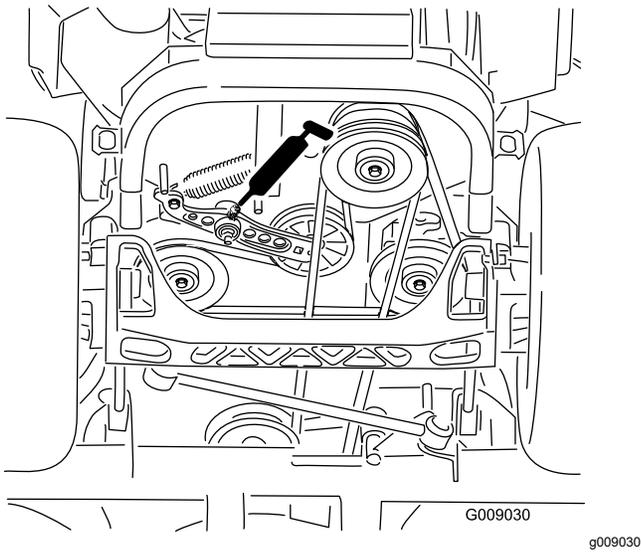

Figura 40
4. Engrase el brazo tensor de la correa de transmisión (**Figura 40**).